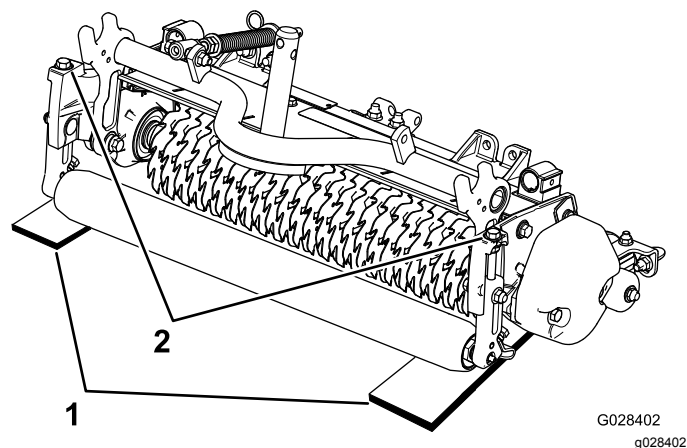

Figura 10
2. Collocate due spessori alti quanto la profondità di penetrazione desiderata sotto i rulli anteriore e posteriore del verticutter su entrambi i lati del cilindro (Figura 10).
3. Girate ogni bullone di regolazione sulla staffa dell'altezza di taglio (Figura 10) fino a quando le lame del verticutter non toccano il suolo a entrambe le estremità.